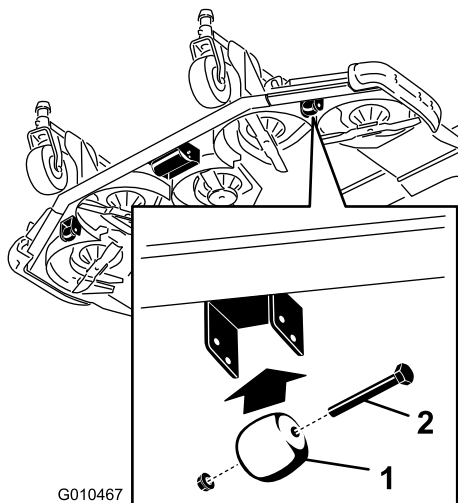

Figure 30
- Retirez le boulon et l'écrou qui fixent l'axe de galet au support du plateau de coupe (Figure 30).
- Enlevez le boulon et l'écrou qui fixent la roue de jauge aux supports du plateau de coupe (Figure 30).